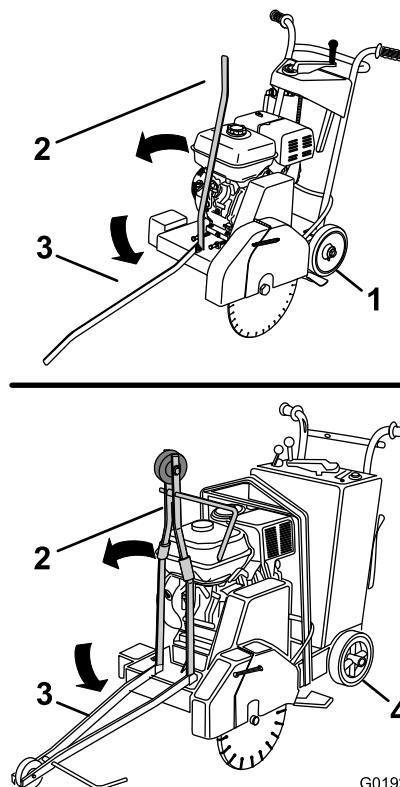

Figura 29
2. Si la guía de corte delantera está en la posición elevada de almacenamiento, gírela a la posición extendida (Figura 29).